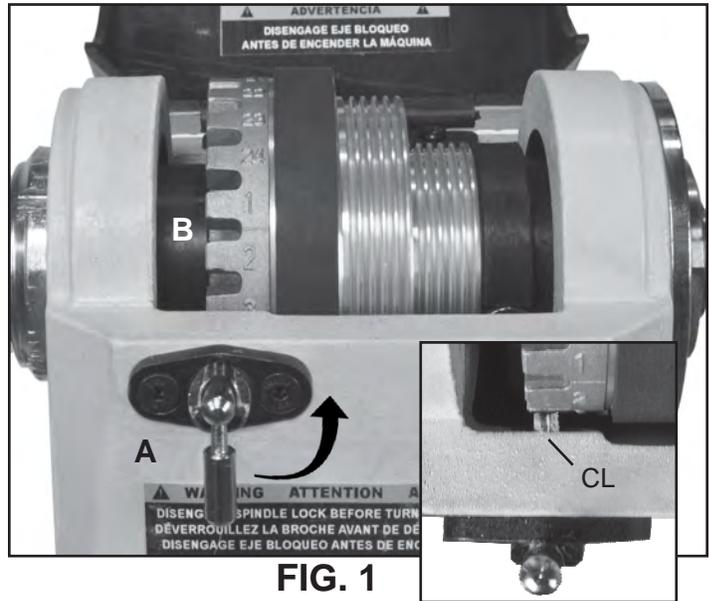

FIG. 1
1. BLOQUEO DEL HUSILLO DEL CABEZAL FIJO: El Montaje de la clavija de división con resorte (#29B, FIG. 1, A) se utiliza para posicionar el husillo para hacer trabajos con patrones precisamente espaciados, tales como estriar, acanalar, perforar, tallar detalles, hacer patrones de quemadura, y preparar diseños. Consulte la página 14 para más información sobre la indexación.
2. AGUJEROS DE INDEXACIÓN EN EL CABEZAL FIJO: (FIG. 1, B) La Polea del husillo más grande (#7B) tiene 24 agujeros situados alrededor de su lado izquierdo para fijar posiciones. Los agujeros tienen 15° entre sí y son marcados para referencia en todo el perímetro de la polea. Introduzca la clavija de división (A) en uno de los agujeros, y el husillo se bloqueará para que pueda trabajar en la pieza de trabajo. Consulte la página 14 para más información.